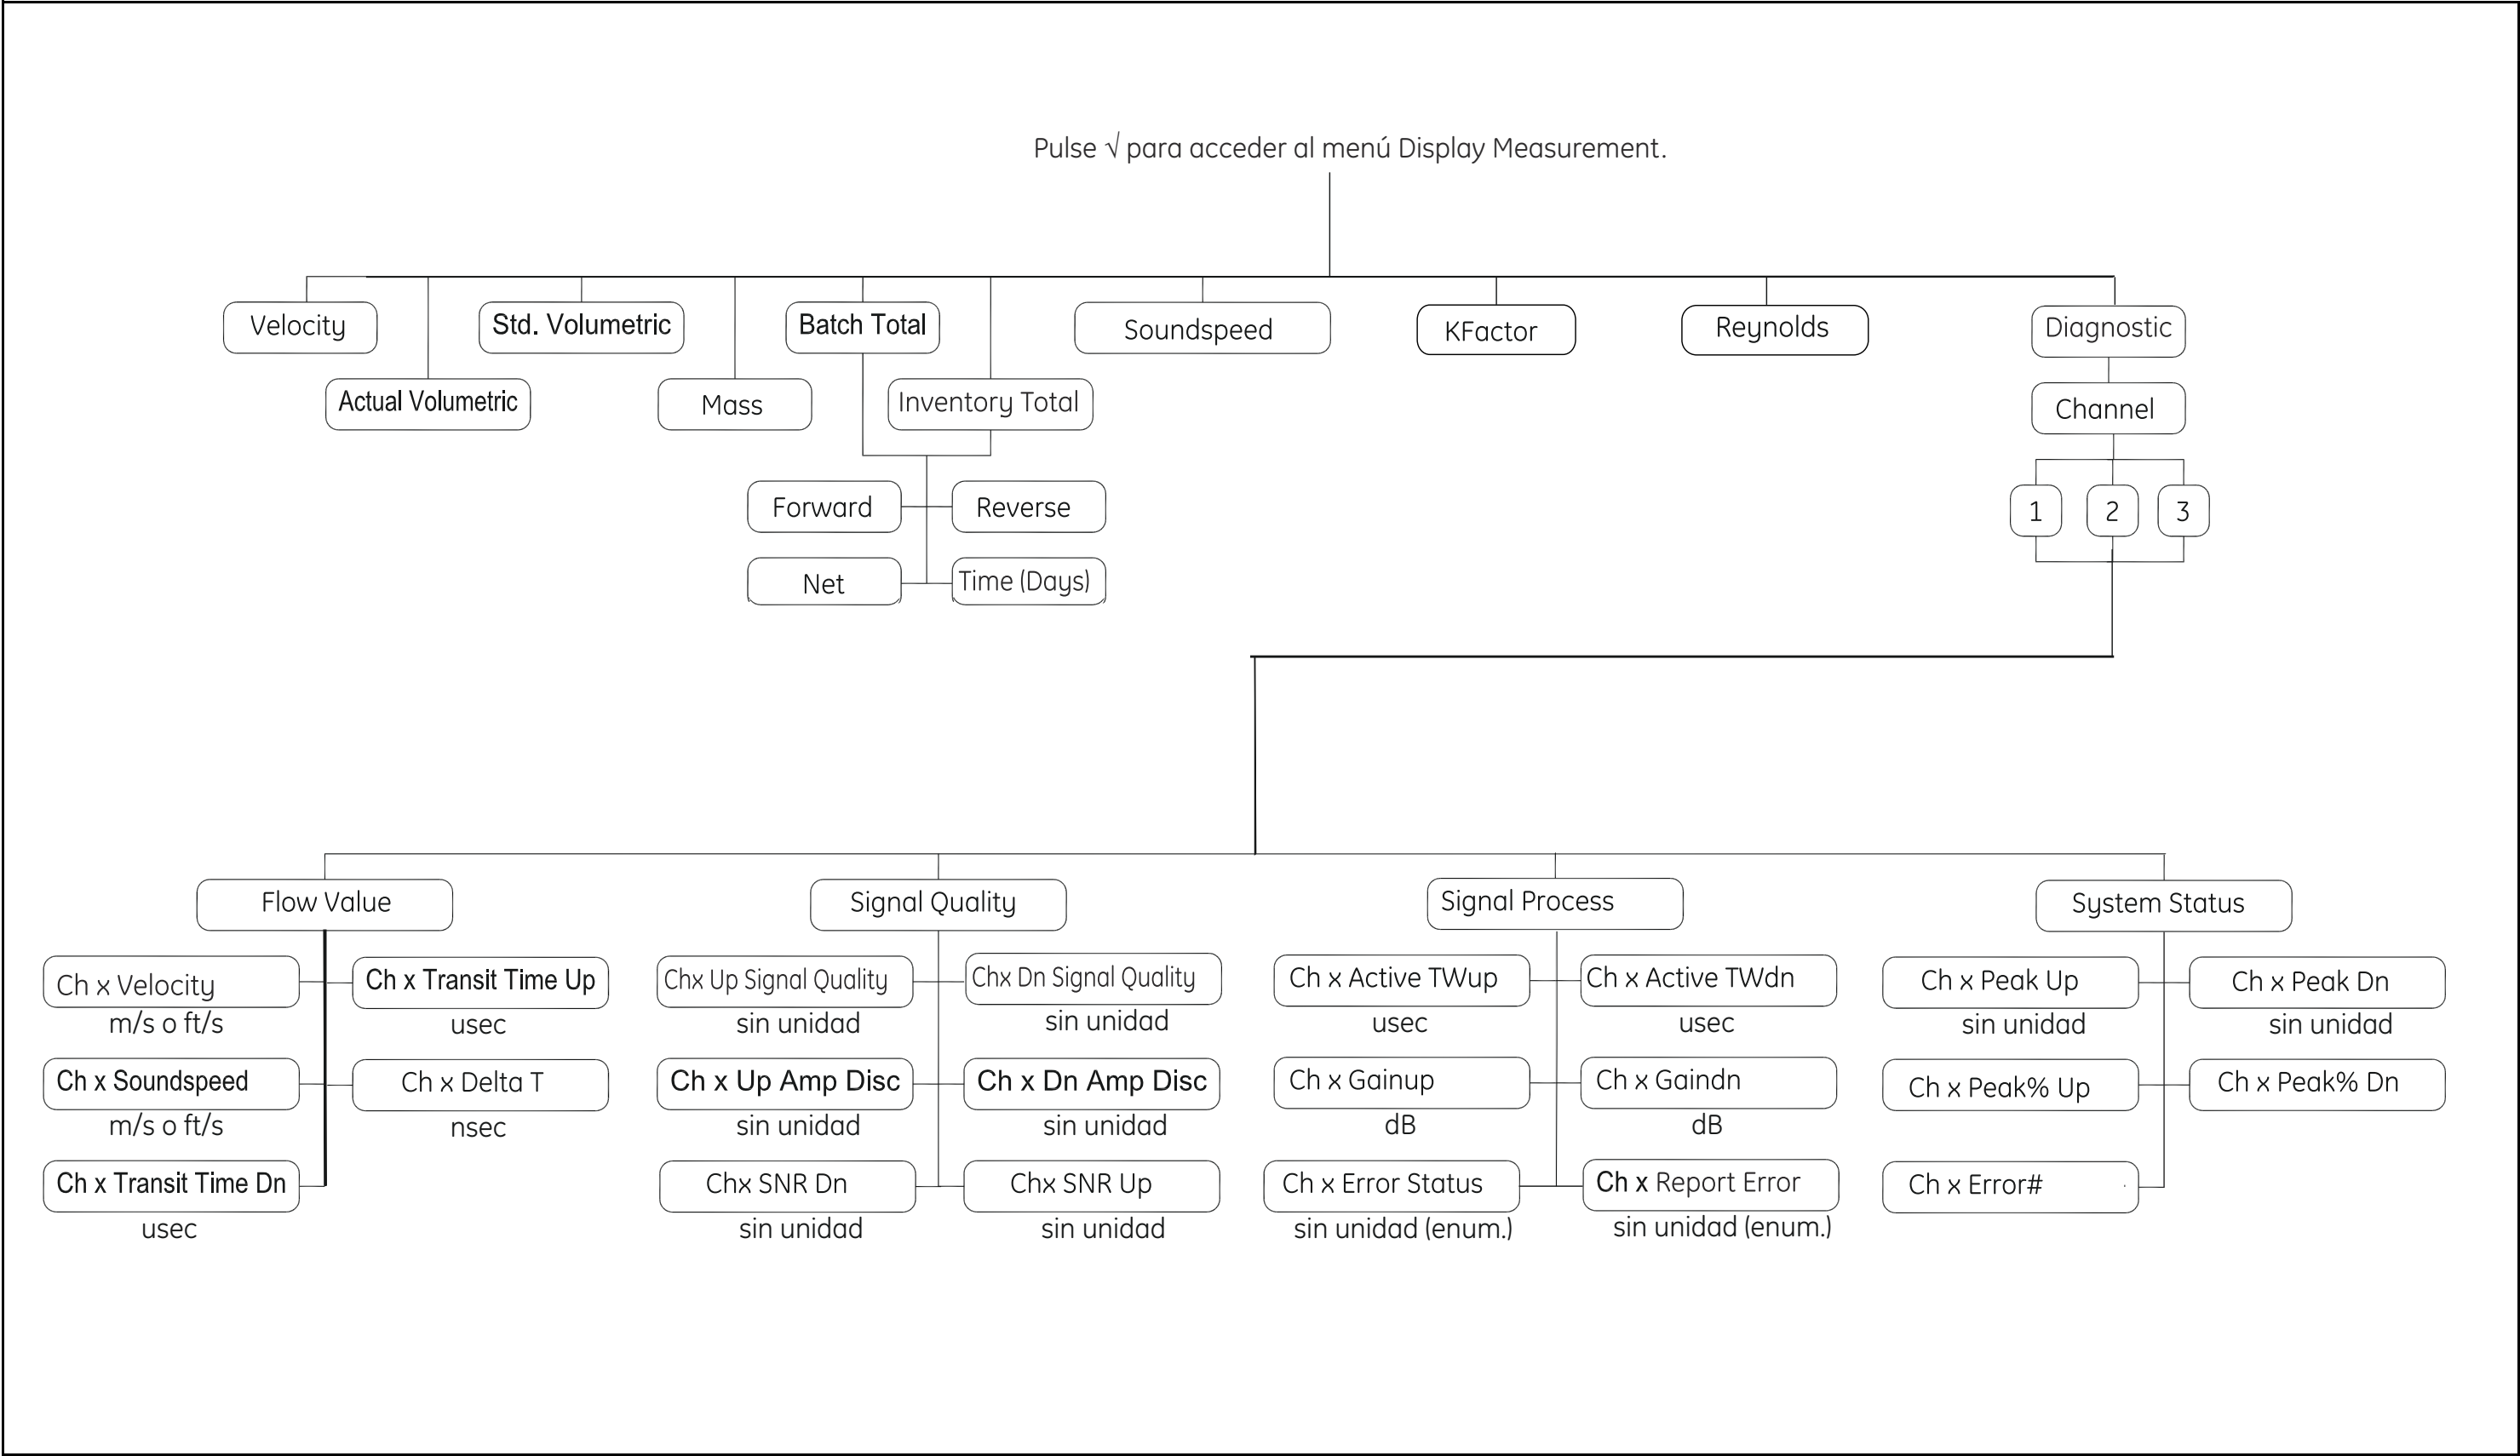

Figura 23: Mapa del menú Display Measurement
- Figura 23, “Mapa del menú Display Measurement,” en la página 79